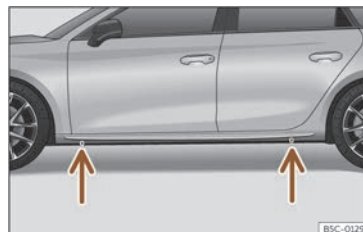

Fig. 258 Points de prise du cric.
- Recherchez sur le bas de caisse la marque du point d'appui du cric (zone renforcée) le plus proche de la roue à changer >>> **fig. 258**.